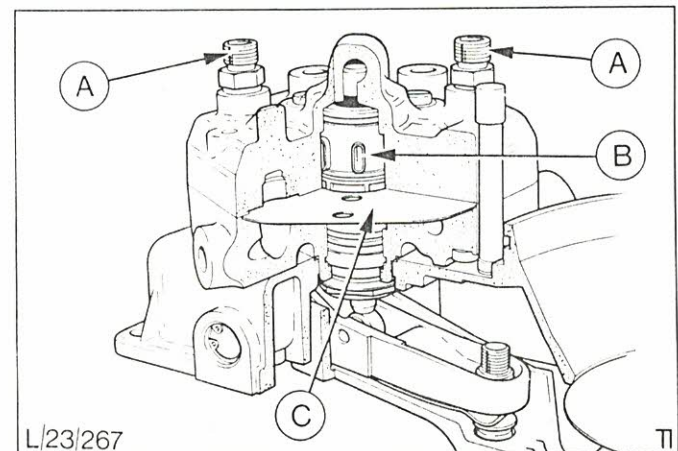

Abb.16 Kraftstoffmengenteiler
2. Kraftstoffmengenteiler, Abb.16.